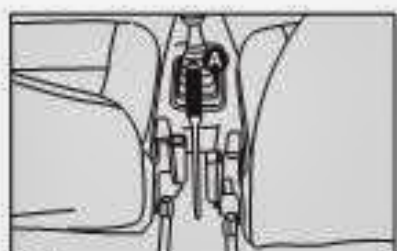

fig. 1
FREIO DE MÃO fig. 1
1) Levantar levemente a alavanca e apertar o botão de desengate A fig.1.